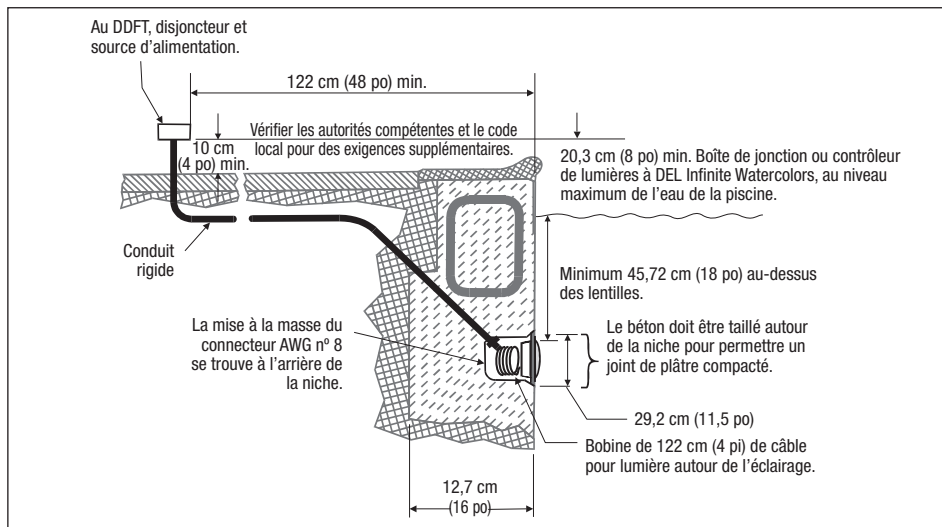

Figure 1. Installation des lumières Jandy Infinite WaterColors
REMARQUE : L'électricien doit exécuter les étapes préparatoires avant d'installer l'appareil d'éclairage. Voir la *Figure 1*.
1. La boîte de jonction ou le contrôleur de lumières à DEL Infinite WaterColors convenant à une connexion directe par conduit aux lumières doit être situé à au moins huit (8) pouces au-dessus du niveau de l'eau, à au moins quatre (4) pouces au-dessus du niveau du sol et à au moins 48 pouces (4 pieds) de bord de la piscine, ou tel que requis par le code local. Se reporter à la *Figure 1*.
2. L'appareil d'éclairage et tous les objets métalliques à moins de cinq pieds (5) de la piscine doivent être reliés électriquement à un point fiable de mise à la terre de manière sûre.
3. Une niche humide doit être installée de façon à ce que le bord supérieur du projecteur subaquatique soit à au moins 18 pouces sous la surface de l'eau de la piscine. Voir la *Figure 1*.
4. La niche humide doit être adéquatement reliée électriquement et mise à la terre au moyen d'un connecteur de terre AWG n° 8 proche de l'arrière de la niche. Voir la *Figure 1*.
1. Acheminer le cordon à travers le conduit jusqu'à la boîte de jonction, en laissant au moins quatre (4) pieds de cordon au niveau de l'appareil d'éclairage pour l'enrouler dans la base de la niche de lumière, voir *Figure 1*. Les quatre (4) pieds de cordon permettent d'entretenir la lumière une fois la piscine remplie d'eau.
2. Couper le cordon au niveau de la boîte de jonction, en laissant au moins six (6) pouces de cordon pour effectuer les connexions.
3. Dénuder six (6) pouces de la gaine extérieure du cordon pour exposer les trois fils isolés. *Veiller à ne pas endommager l'isolation sur les trois (3) fils intérieurs.*
5. Enrouler la longueur de cordon de quatre (4) pieds autour de l'appareil d'éclairage ou dans la base de la niche de la piscine, et placer l'ensemble de l'éclairage dans la niche.
1. La boîte de jonction ou le contrôleur de lumières à DEL Infinite WaterColors convenant à une connexion directe par conduit aux lumières doit être situé à au moins huit (8) pouces au-dessus du niveau de l'eau, à au moins quatre (4) pouces au-dessus du niveau du sol et à au moins 48 pouces (4 pieds) de bord de la piscine, ou tel que requis par le code local. Se reporter à la Figure 1.
- Une niche humide doit être installée de façon à ce que le bord supérieur du projecteur subaquatique soit à au moins 18 pouces sous la surface de l'eau de la piscine. Voir la *Figure 1*.
- La niche humide doit être adéquatement reliée électriquement et mise à la terre au moyen d'un connecteur de terre AWG n° 8 proche de l'arrière de la niche. Voir la *Figure 1*.
- Laisser au moins quatre (4) pieds de cordon au niveau de l'appareil d'éclairage pour l'enrouler dans la base de la niche de lumière, voir *Figure 1*. Ceci permet d'entretenir la lumière une fois la piscine remplie d'eau.
- Couper le cordon au niveau de la boîte de jonction, en laissant au moins six (6) pouces de cordon pour effectuer les connexions.
- Dénuder six (6) pouces de la gaine extérieure du cordon pour exposer les trois fils isolés. *Veiller à ne pas endommager l'isolation sur les trois (3) fils intérieurs.*